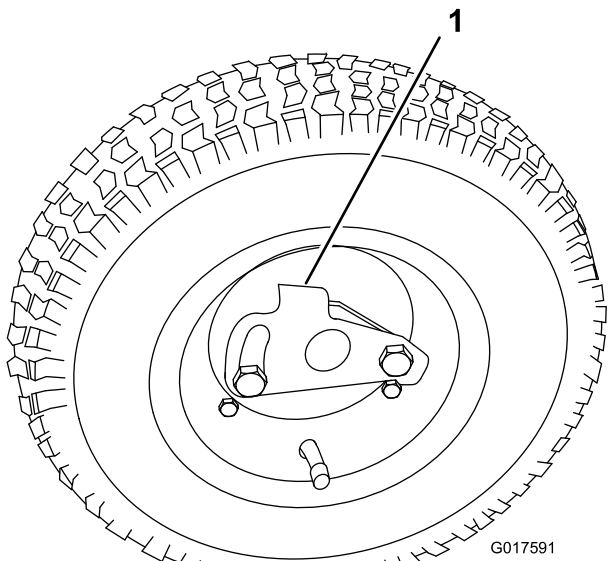

Figura 10
- Empuje la pletina de retención de la rueda hacia el centro de la rueda y sobre el eje de la rueda (Figura 10).